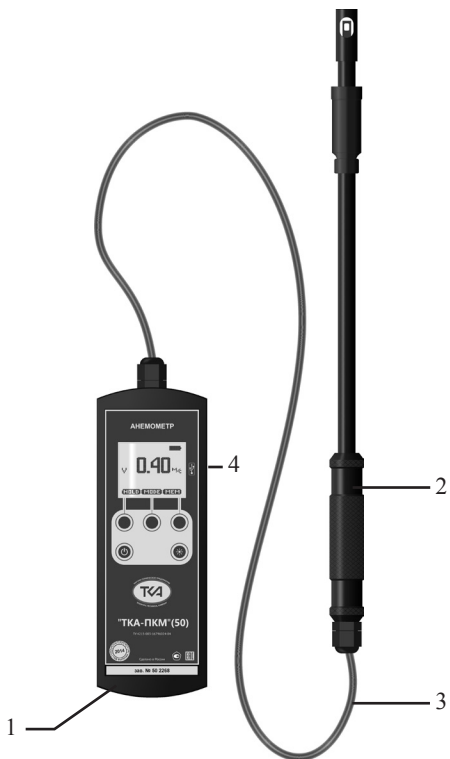

Рис.1. Внешний вид прибора “ТКА-ПКМ”(50)
5.1. Конструктивно прибор выполнен в виде двух функциональных блоков: блока обработки сигналов (1, Рис.1) и измерительной головки (2, Рис.1), соединённых между собой
кабелем связи (3, рис.1).